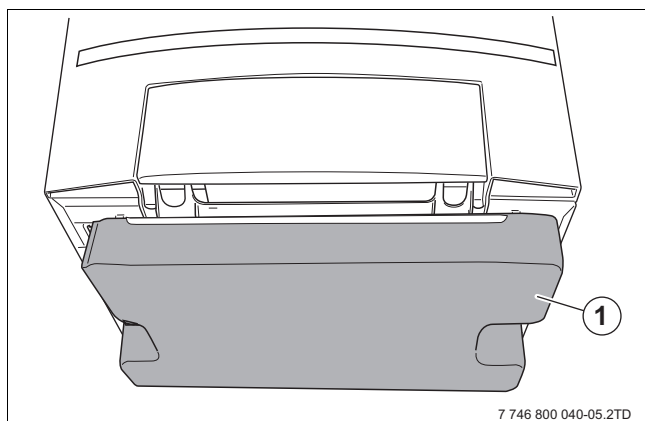

Fig. 7 Base de esferovite
- ▶ Remover a base de esferovite (→ fig. 7, [1], página 15).